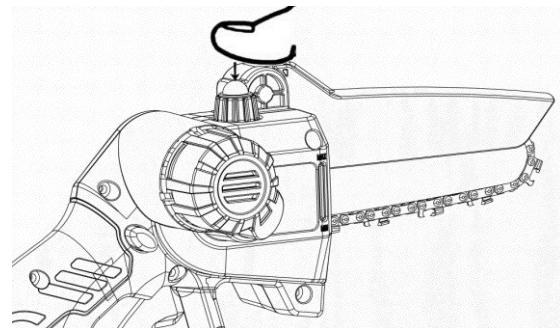

Fig. 4b
- Tout en laissant la tronçonneuse en marche, appuyez 3 à 4 fois sur le bouchon à bulbe. Voir la figure 4b.